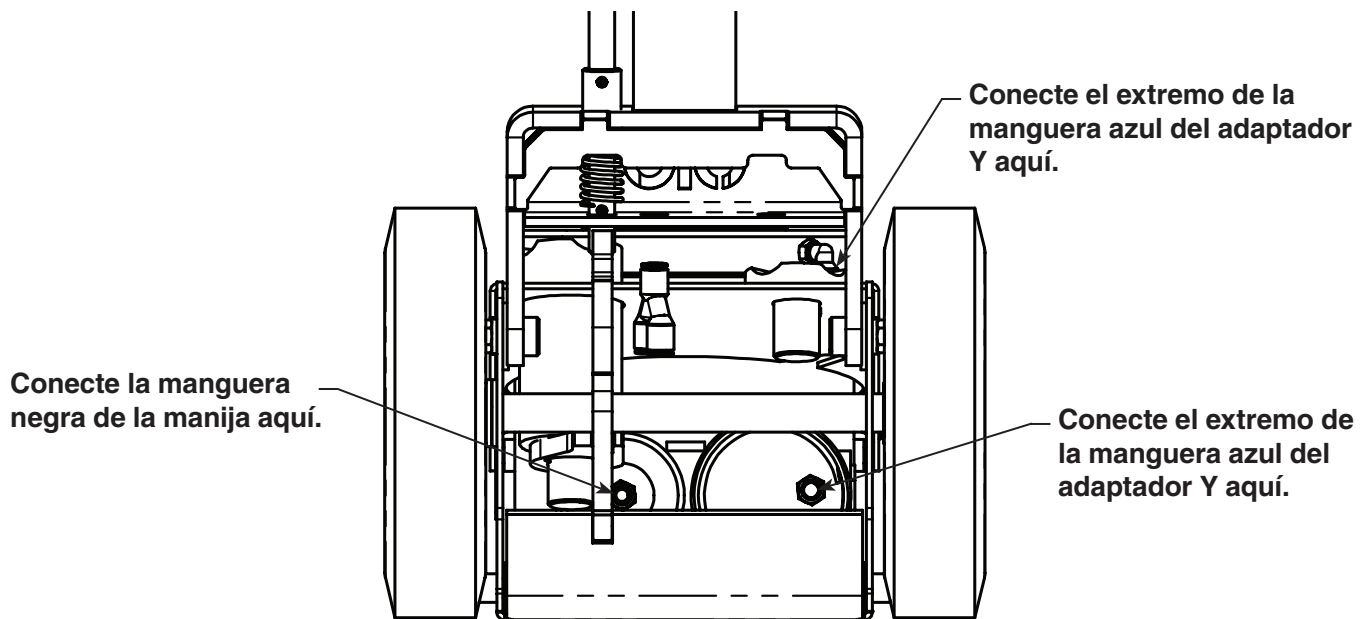

Figura 1
4. Conecte las mangueras como se muestra en la Figura 1.